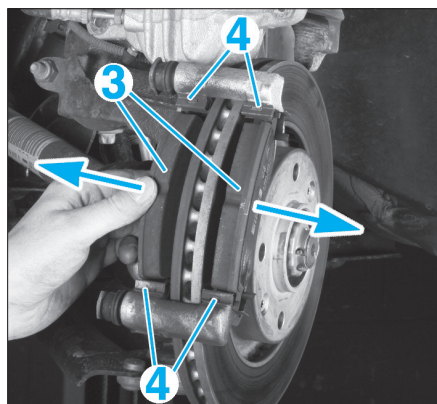

FIG. 3
- Déposer les plaquettes de frein (3) (Fig.3).
- Déposer les cales (4).